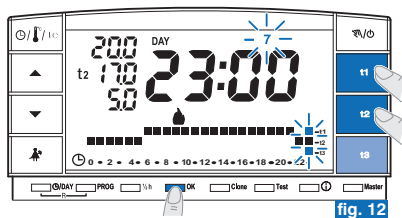

fig. 12
- Après l'insertion de l'échelle thermique pour le **Dimanche (7)**, appuyer sur **OK** (exemple sur la fig. 12) pour enregistrer et revenir sur l'affichage du **Lundi (1)** puis **appuyer de nouveau sur la touche OK pendant 4 secondes** (ex. sur la fig. 13) ; cette opération permettra **d'enregistrer le programme hebdomadaire complet**.